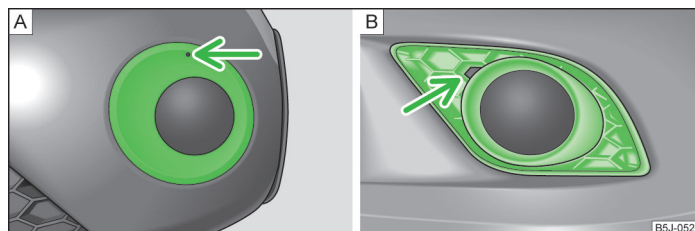

Abb. 159 Vorderer Stoßfänger: Fabia Scout / Fabia RS
- › In die Öffnung oberhalb des Nebelscheinwerfers » Abb. 159 - **A** (Fabia Scout) den Drahtbügel » Seite 188, *Bordwerkzeug* einführen und die Abdeckkappe herausnehmen.
- › Einen Finger in die Öffnung neben dem Nebelscheinwerfer » Abb. 159 - **B** (Fabia RS) einführen und die Abdeckkappe herausnehmen.